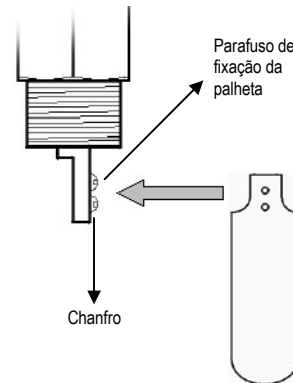

Fig. 5 – Fixação da palheta na haste
- Antes de instalar a chave no tubo é preciso conectar a(s) palheta(s) na haste da chave. Observe a Fig. 5.